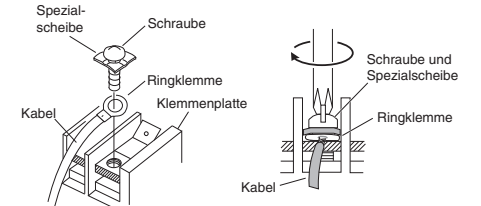

Abb. 3-57
- (4) Die Ringklemme ansetzen, dann die vorher abgenommene Klemmschraube mit dem Schraubendreher wieder festziehen. (Abb. 3-57)